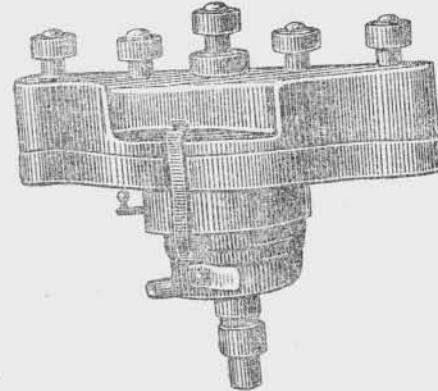

Рис. 288. Экранировка распределителя зажигания.
7) В радиостанциях, расположенных в автомобилях, танках, самолетах, чрезвычайно сильные помехи радиоприему вызывают все приборы электрооборудования, как то: динамомашины, магнето, стартеры, бобины, регуляторы напряжения, реле, запальнице свечи и прочие приборы. Они располагаются обычно в непосредственной близости от радиоаппаратуры и в момент искрообразования во всех этих приборах создаются электромагнитные колебания высокой частоты, которые, воздействуя на приемник, вызывают в нем трески. Все меры борьбы с этими помехами проводятся при монтаже самой радиостанции. Они сводятся к полной и тщательной экранировке деталей этих приборов. Экранируются магнето, свечи, провода, пределители зажигания (рис. 288, 289).